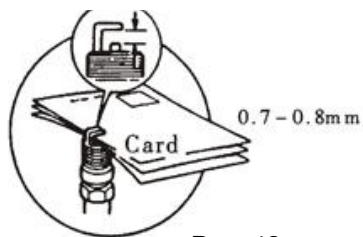

Рис. 42
8.2.4 Перевірте зазор свічки запалення та відрегулюйте його при необхідності. Зазор має бути 0,7 – 0,8 мм (Рис. 42).